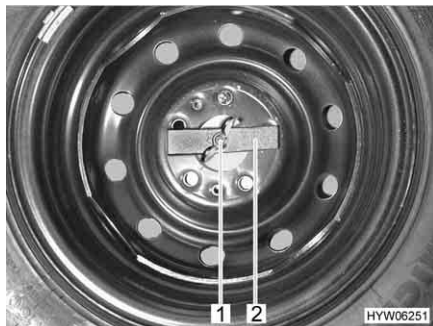

Fig. 117 Ruota di scorta nel gavone di coda
- Svitare manualmente il dado ad alette (Fig. 117,1) e rimuoverlo.
- Rimuovere la barretta di compressione (Fig. 117,2).